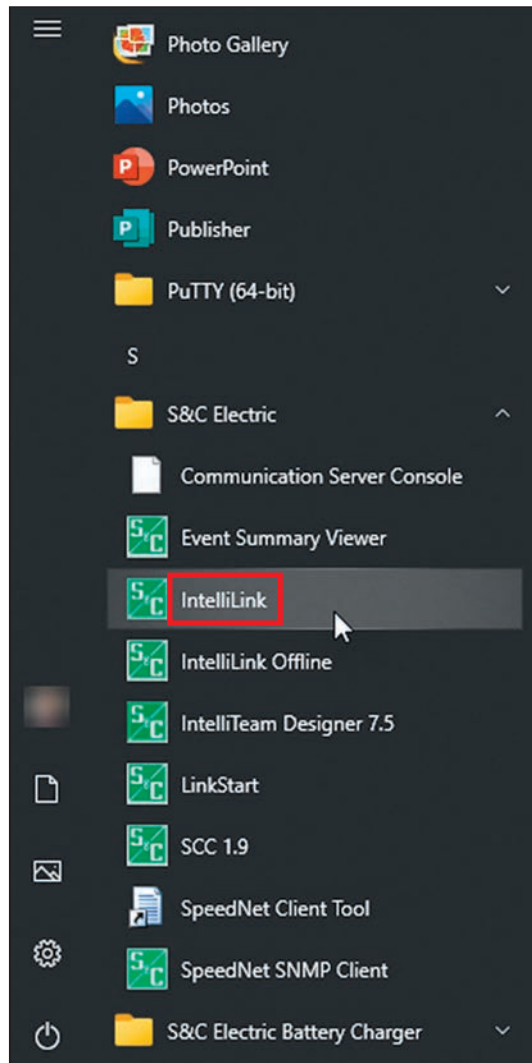

Figura 12. El menú Inicio de Windows.
**PASO 1.** Haga clic en el botón **Inicio** de Windows haga clic en el elemento de menú **All Programs (Todos los Programas)**. Abra la carpeta **S&C Electric** y haga clic en el icono **IntelliLink**. Ver Figura 12.